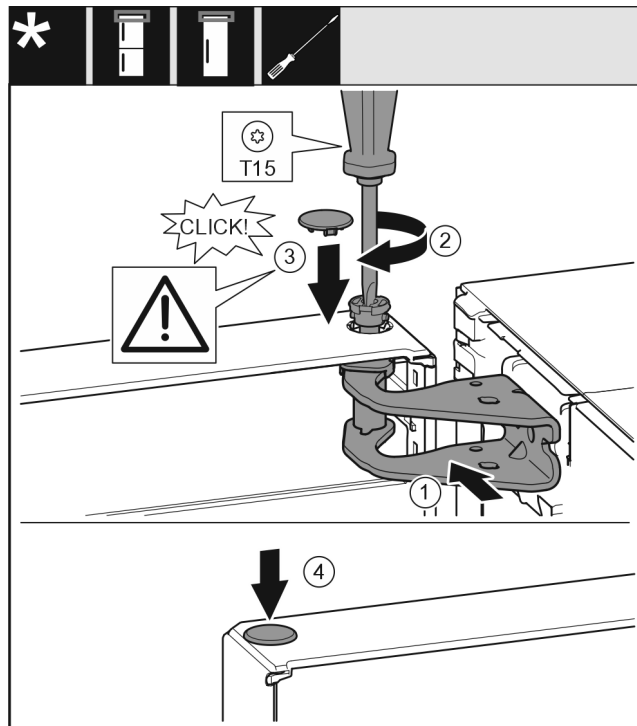

Fig. 19
- Dveře nahoře vyrovnejte s otvorem ve stojanu ložiska Fig. 19 (1).
- Vložte čep Fig. 19 (2) a pevně jej utáhněte šroubovákem.
- Nasad'te kryt Fig. 19 (3).
- Zkontrolujte, zda kryt Fig. 19 (3) doléhá na dveře.
- Nasad'te kryt Fig. 19 (4).